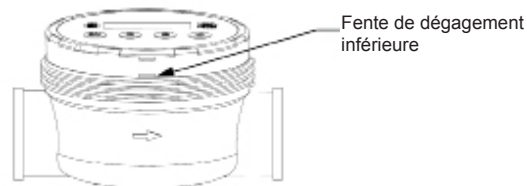

Figure 7
3. Insérer un tournevis à tête plate dans la fente inférieure (voir Figure 7) et tourner pour dégager le couvercle du compteur (repère 6).